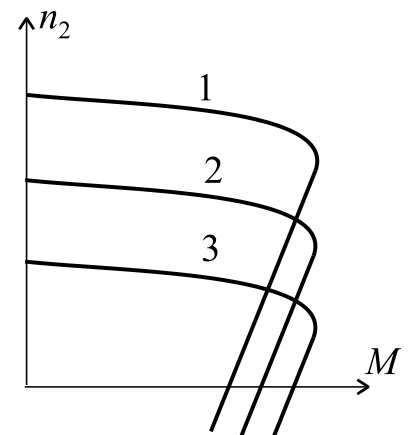

Рисунок 1
9. На рис.1 наведено сімейство механічних характеристик асинхронного двигуна. Регулювання частоти обертання асинхронного двигуна здійснюється зміною частоти за законом: